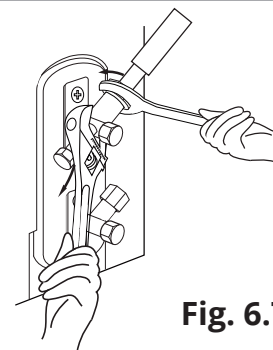

Fig. 6.7
- Utilisez deux clés, l'une pour maintenir l'écrou sur le tube de l'unité intérieure et l'autre pour serrer l'écrou évasé. Veuillez vous référer à la Fig. 6.7.